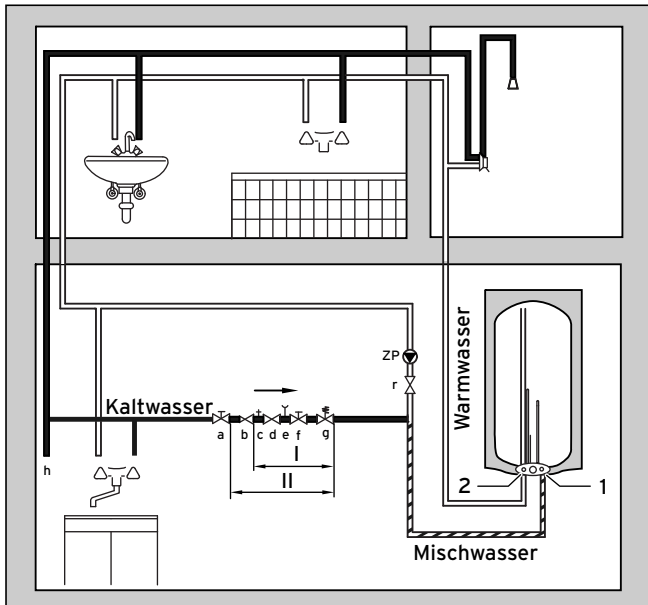

Abb. 7.6 Installationsbeispiel mit Warmwasserzirkulationsleitung
**Bei geschlossenem System (druckfeste Installation) muss das Sicherheitsventil (g, Abb. 7.6) regelmäßig betätigt werden, um Festsitzen durch Kalkablagerungen vorzubeugen.**
Die Abblaseleitung (2, Abb. 4.1) des Sicherheitsventils (g, Abb. 7.6) muss in der Größe der Austrittsöffnung des Sicherheitsventils in einer frostfreien Umgebung installiert werden. Sie muss mit Gefälle ausgeführt werden, darf höchstens zwei Bögen aufweisen und maximal 2 m lang sein. Sie muss stets offen bleiben. Sie ist so einzubauen, dass beim Abblasen Personen durch heißes Wasser oder Dampf nicht gefährdet werden.